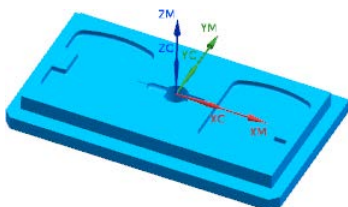

图 18.3 部件几何体
Step3. 在图形区中框选整个零件为部件几何体, 如图 18.3 所示。在“部件几何体”对话框中单击 **确定** 按钮, 完成部件几何体的创建, 同时系统返回到“工件”对话框。